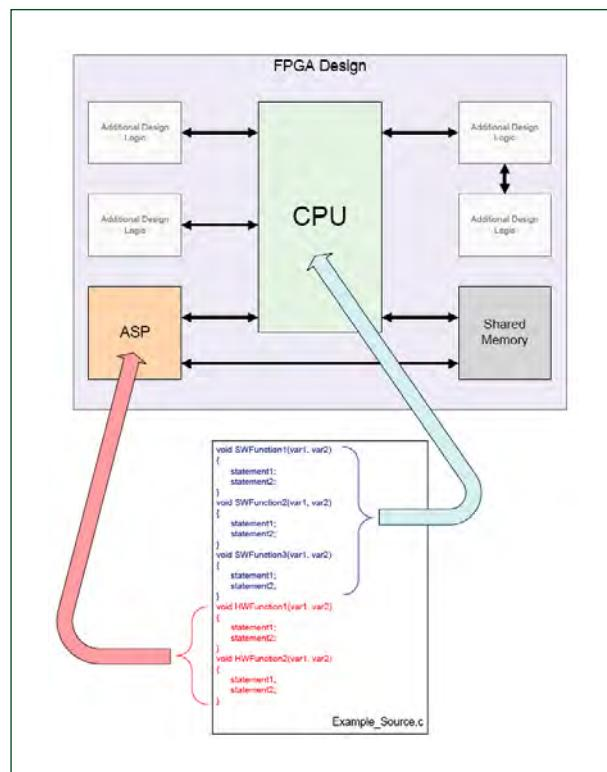

Figure 3.
2. Quand il s'agit d'accélérer un système à processeur, la conversion en matériel s'opère à partir des fonctions logicielles choisies en code C, qui pourront être appelées par le programme enfoui, lequel s'exécute alors sur le processeur FPGA intégré. Pour réaliser une multiplication de la vitesse du matériel au profit de fonctions dont le temps d'exécution est critique, l'outil utilise le compilateur du C au matériel en relation avec le logiciel compilé enfoui (**figure 3**).